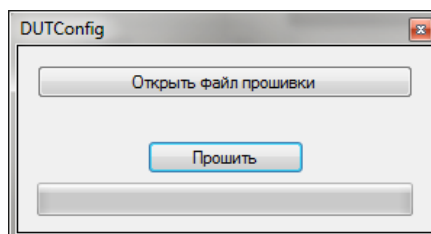

Рисунок 29 – Открыть файл прошивки
2. В появившемся окне (рис. 29) нажать кнопку [Открыть файл прошивки].